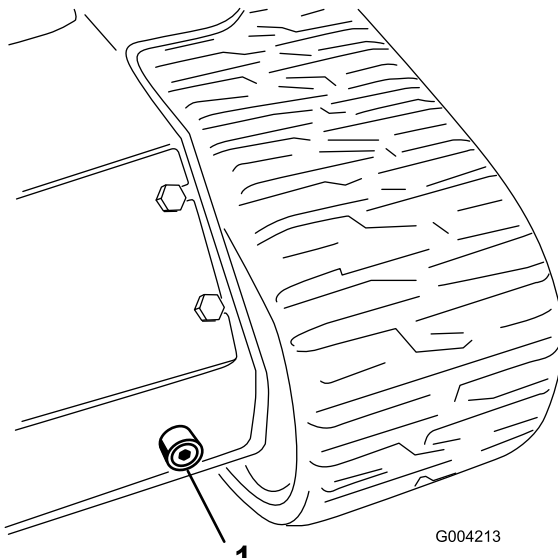

Bild 55
6. Stellen Sie eine große Auffangwanne (Kapazität von 56,8 l) unter die Ablassschraube vorne an der Zugmaschine (Bild 55).
7. Entfernen Sie die Ablassschraube und lassen das Öl in die Auffangwanne abfließen (Bild 55).